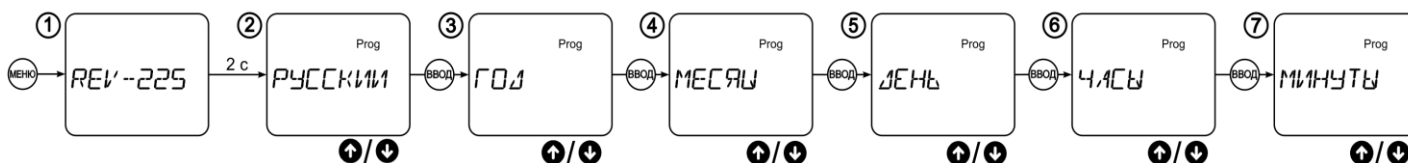

Рисунок 4 – Схема настройки изделия при первом включении
- 1) Нажать на кнопку **МЕНЮ** – при этом в течение 2 секунд на дисплее будет отображаться название изделия, затем РЭВ-225 предложит выбрать язык (рисунок 4 поз.2);